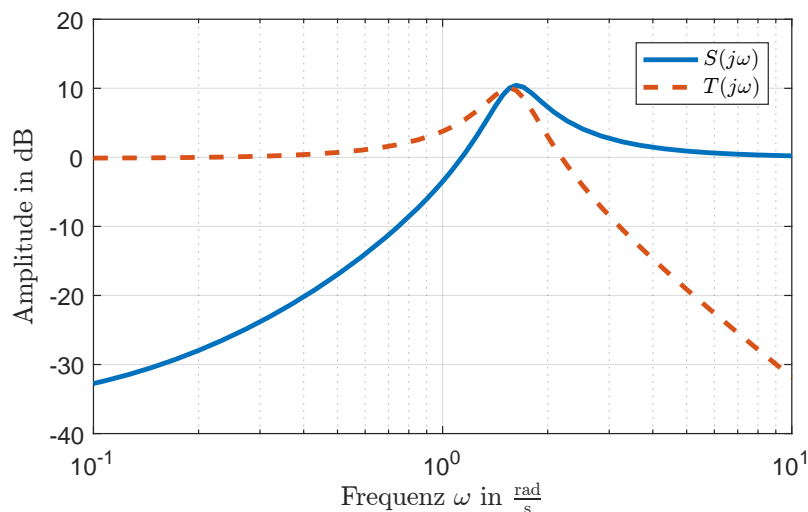

Abbildung 1: Amplituden von $S(j\omega)$ und $T(j\omega)$
- Ist der Regelkreis aus Abbildung 1 geeignet für Referenzsignale mit $0.4 \frac{\text{rad}}{\text{s}}$ wenn Störsignale mit $0.2 \frac{\text{rad}}{\text{s}}$ auftreten? Begründen Sie Ihre Antwort. (1 P.)